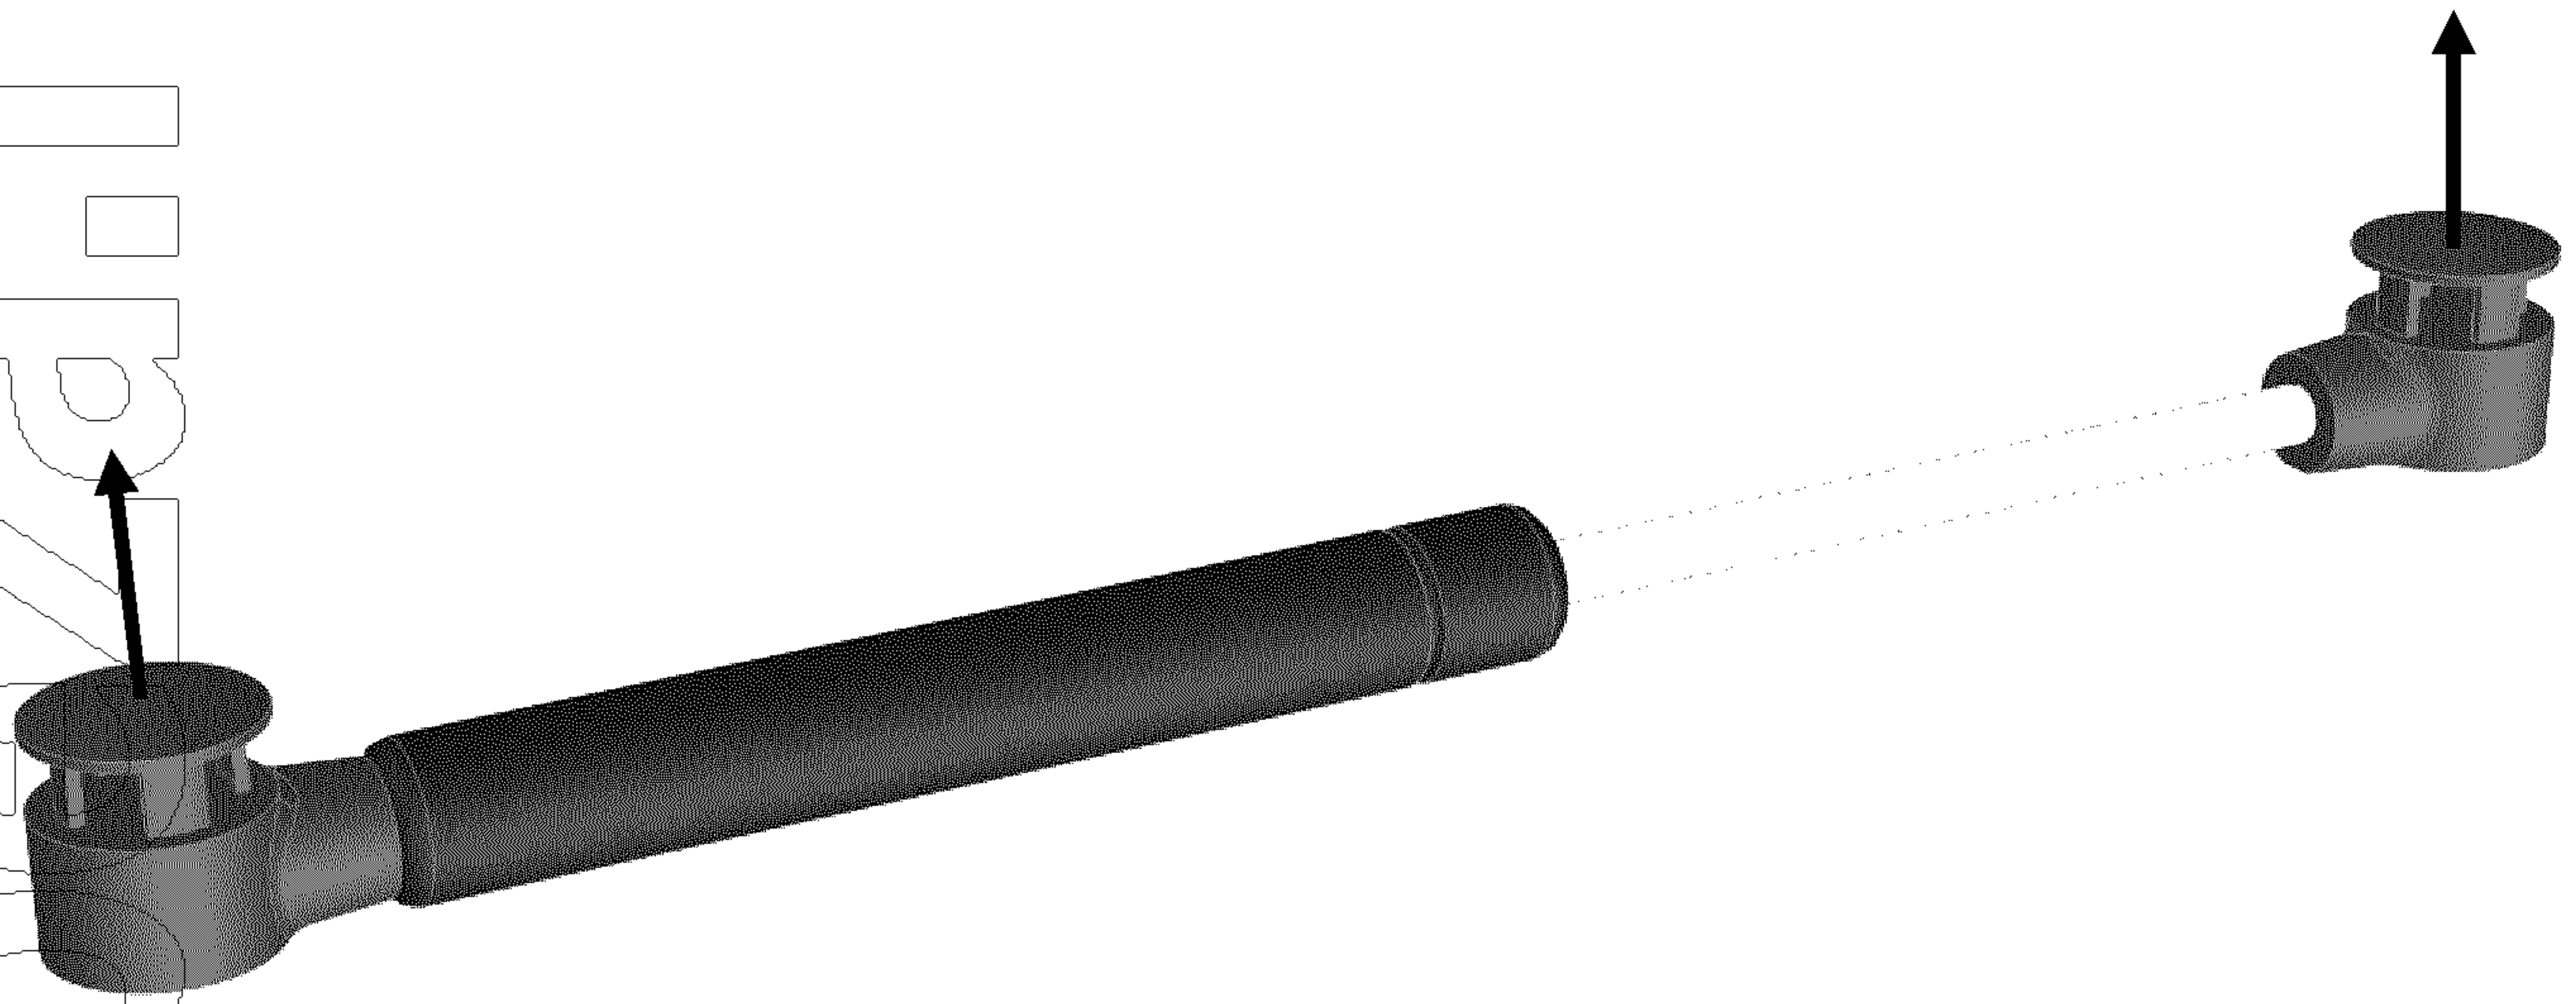

Рис. 2. Подготовка газовых пружин
- 3.1. Подготовьте газовые пружины к установке. Вытащите фиксирующую головку на 7-10мм (см. рис. 2).